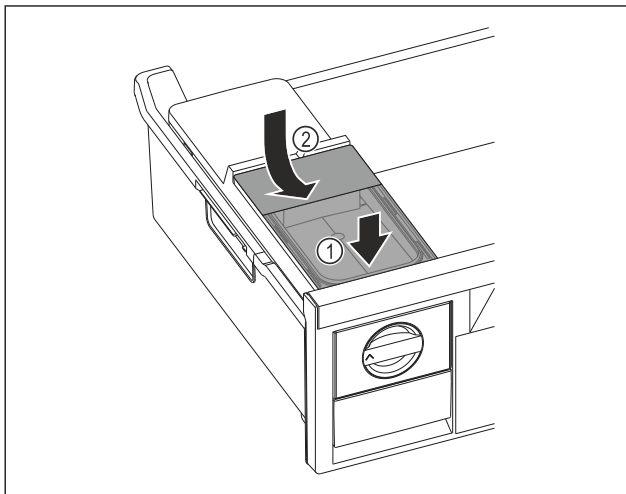

Fig. 152
- Postavite spremnik za vodu srijeda. Fig. 152 (1)
- Spustite spremnik za vodu straga. Fig. 152 (2)